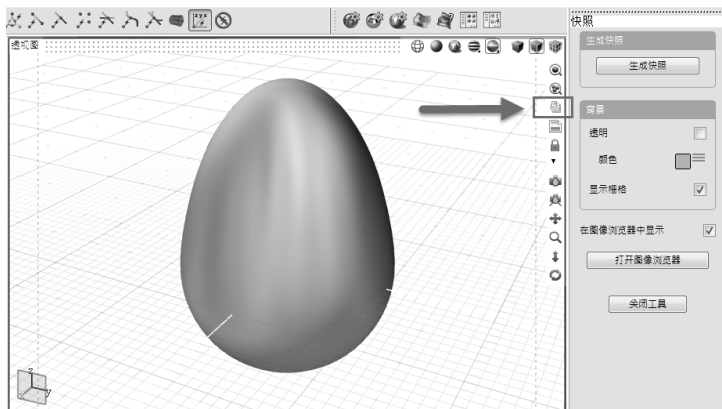

图 1-22 快照工具
- 1) 在选中视图的右侧，单击“快照”图标 ，如图 1-22 所示。